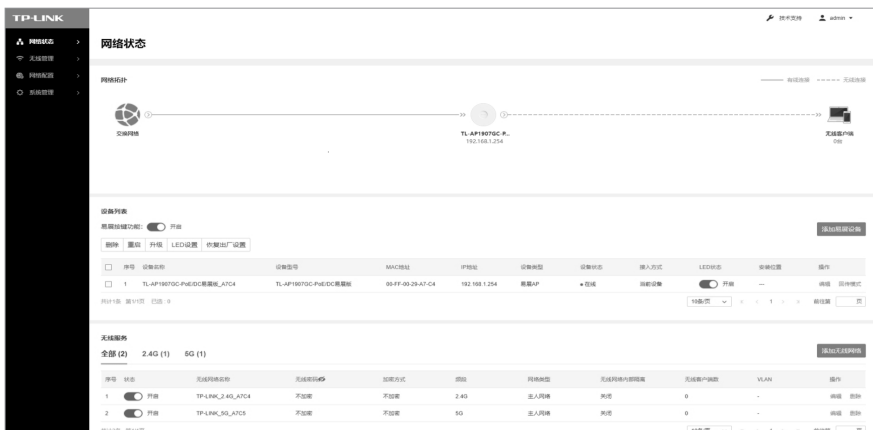
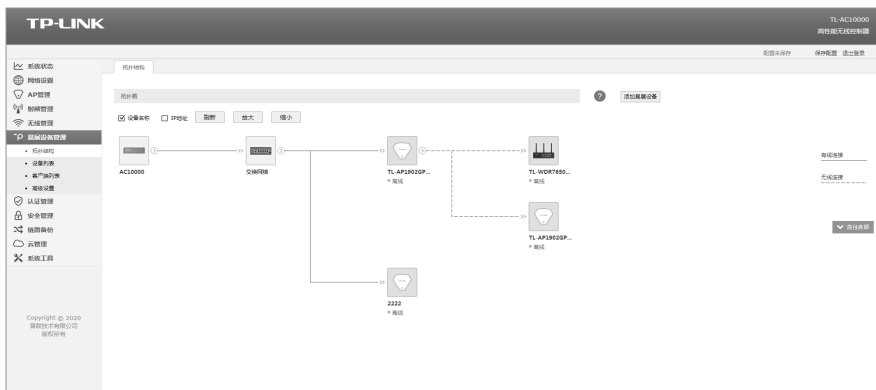

图4-9 FAT AP-主AP管理界面
图4-10 FIT AP-AC管理界面
- 为避免误触发配对，“易展”按键配对仅支持“1对1”配对，为保证配对正常完成，请确认环境内待配对“易展”AP数量为1。如需批量配对，请登录主AP管理页面（如图4-9）或AC管理页面（如图4-10）批量发现和添加“易展”设备。